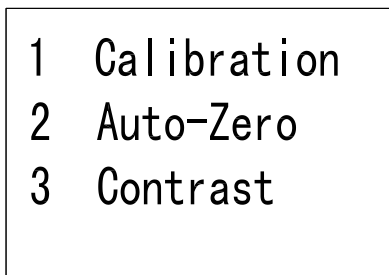

图 3 菜单界面
- ① 在待测状态下，按键，进入图 3 所示菜单界面：
④ 待三点全部标定完成，三个“√”字符完全显示，然后按  键，屏幕下方提示“OK!”，可将全部标定值存入存储器，标定完成。如果提示标定数值相对理论值偏差太大，将显示“Error in data! please recalibration”，稍后，仪器返回上一级菜单。
⑤ 在操作中，按  键，将放弃之前的操作，返回上一级菜单
① 进入图 3 菜单界面。
③ 通过  或  键，选中“NO”或者“YES”。
④ 然后按 ，保存设置，本次设置将在下次开机时起作用。